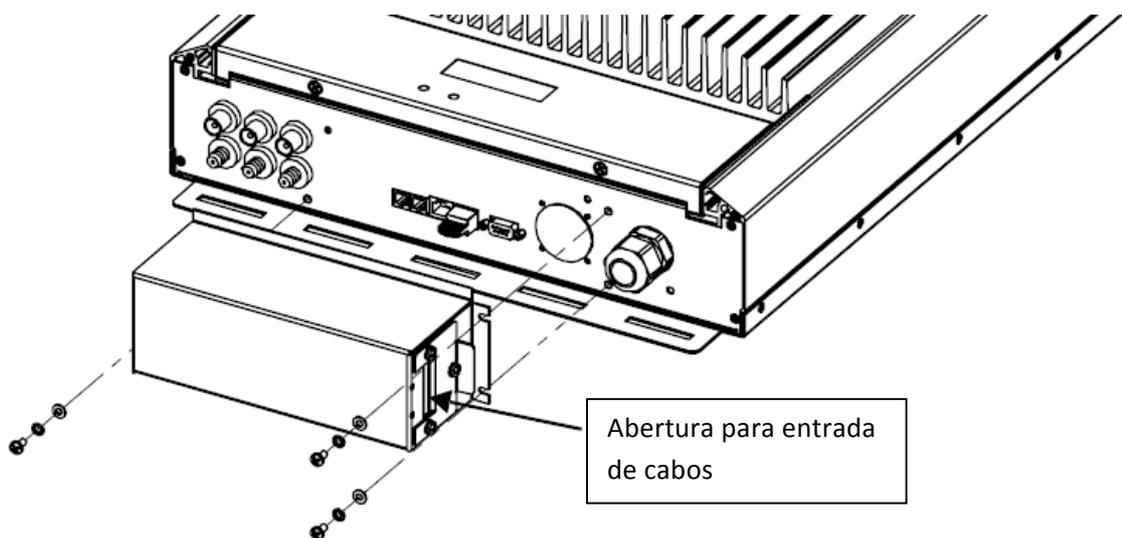

Figura 3-12 Substituição da Tampa das Portas de Comunicação
A tampa das portas de comunicação deve ser instalada para que o inversor cumpra os requisitos obrigatórios e para protecção ambiental. Se não forem necessários cabos de comunicação, instale a tampa das portas de comunicação após terminar todas as comunicações CC e CA (ver Figura 3-12). Se forem necessários cabos de comunicação, instale a tampa após terminar as ligações de cabos de comunicação (ver “Cabos de Comunicação para Vários Inversores” na página 3-10 ou “Cabos de Comunicação para Um só Inversor” na página 3-16).
1. Remova as tampas das portas de comunicação de todos os inversores. Ver Figura 3-12.
9. Após terminar a ligação dos cabos, aperte todas as entradas de cabos (certificando-se de que existe uma folga suficiente na tensão do cabo) e substitua as tampas das portas de comunicação em todas as unidades. Ver Figura 3-12.